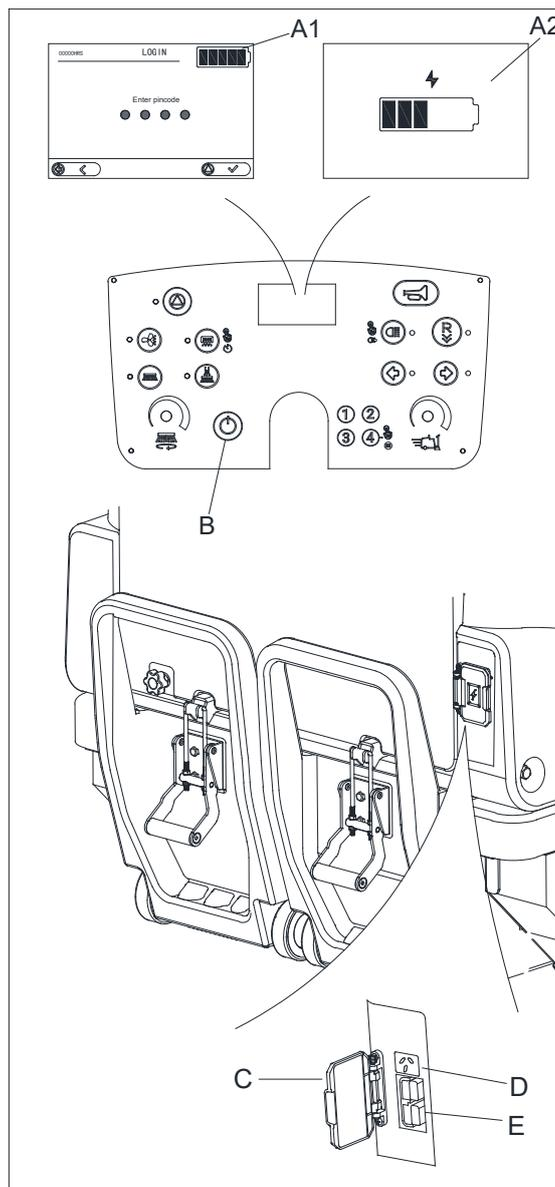

Figura 16
2. Premere il pulsante di accensione per spegnere la macchina (B, Figura 16).
4. Aprire il coperchio di protezione (C, Figura 16) della porta di ricarica. Collegare il connettore del caricabatterie esterno alla porta di ricarica CC sulla macchina (E, Figura 16). Quando il caricabatterie esterno è collegato alla macchina, tutte le funzioni della macchina vengono automaticamente arrestate.
8. Premere il pulsante di accensione per accendere la macchina (B, Figura 16) e controllare lo stato della batteria sul display del pannello (A1, Figura 16).
9. Aprire il coperchio di protezione (C, Figura 16) della porta di ricarica. Collegare il cavo di alimentazione alla porta di ricarica integrata sulla macchina (D, Figura 16), quindi collegare l'altra estremità del cavo di alimentazione alla presa.
10. Lo stato di carica della batteria può essere controllato sul display LCD (A2, Figura 16).
13. Premere il pulsante di accensione per accendere la macchina (B, Figura 16) e controllare lo stato della batteria sul display del pannello (A1, Figura 16).
2. Premere il pulsante di accensione (B, Figura 16) per togliere l'alimentazione.